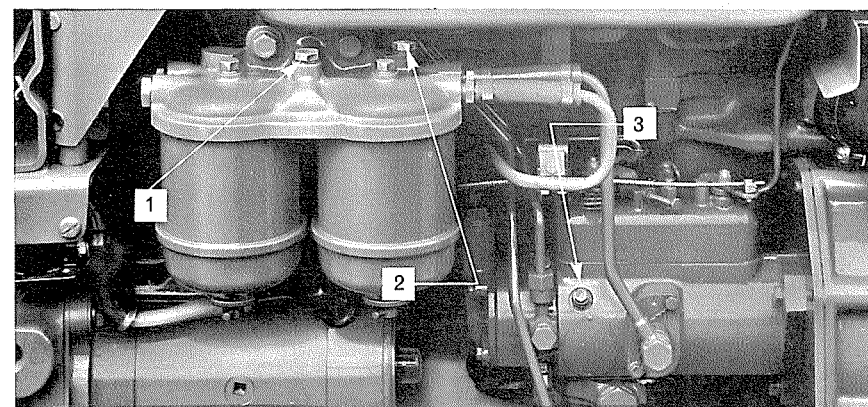

Figure 49 Purges de l'alimentation diesel
2. Desserrez la vis de purge du retour d'alimentation sur les filtres à carburant, Figure 49. Laissez le circuit se purger jusqu'à ce qu'un carburant sans air s'écoule du filtre, puis rebloquez la vis de purge.
3. Desserrez les vis de purge du filtre à carburant, Figure 49. Laissez le circuit se purger jusqu'à ce qu'un carburant sans air s'écoule du filtre, puis rebloquez les vis de purge.
4. Desserrez la vis de purge de la pompe d'injection, Figure 49, et faites tourner le moteur jusqu'à ce qu'un carburant homogène et sans bulles d'air s'écoule par la vis. Rebloquez alors la vis de purge.